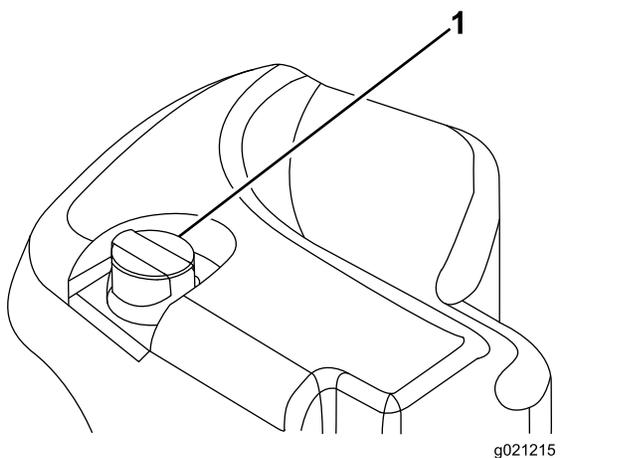

Рисунок 30
2. Очистите зону вокруг заливной горловины и крышки гидравлического бака (Рисунок 30). Снимите крышку с заливной горловины.